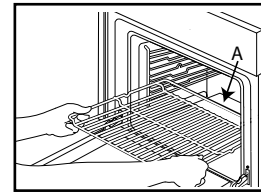

Fig. 1
1. Sett risten vannrett inn, slik at den opphøyde delen "A" peker opp (Fig. 1).